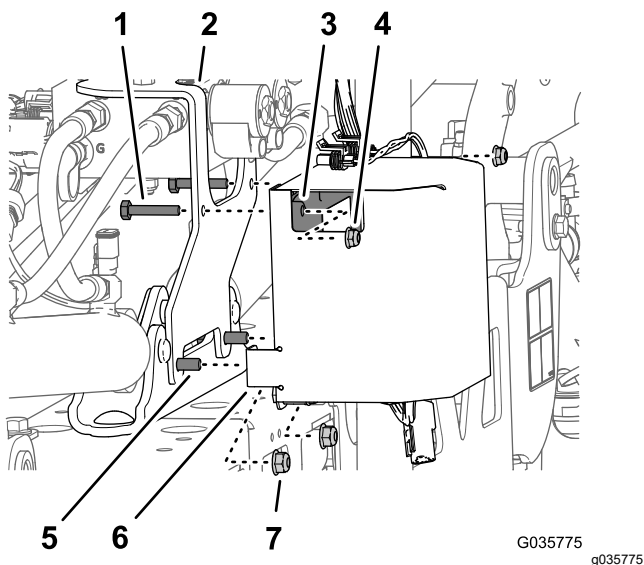

Figure 30
3. Retirez du support de vérin les 2 contre-écrous à embase (5/16") qui fixent le support du kit de finition pour rampes ultrasoniques (Figure 30)
- Insérez les trous inférieurs avant du couvercle du contrôleur (Figure 30) sur les boulons à embase (5/16" x 1") et fixez légèrement le couvercle, le support de montage et le support de vérin à l'aide des 2 contre-écrous à embase (5/16") que vous avez retirés à l'opération 3.
- Insérez les 2 boulons (1/4" x 1 3/8") dans les trous supérieurs du support de montage (kit de finition pour rampes ultrasoniques), de la bride arrière (couvercle de contrôleur) et du contrôleur (Figure 30) et fixez-les avec les 2 contre-écrous à embase (1/4").